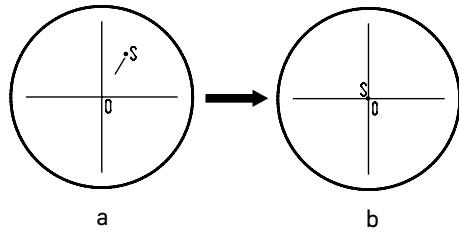

Рис. 14. Настройка канала визуализации
- Установите рукоятку переключения светового потока 4 (рис. 13) в положение для наблюдения через окуляры. Наблюдая объект через окуляры, найдите отличительную точку в поле зрения (легко идентифицируемую цель, такую как точка S на рис. 14а), переместите объект на предметном столике так, чтобы данная точка находилась в центре поля зрения как показано на рис. 14б. Для этой процедуры вместо обычного объекта исследования удобно использовать специальный калибровочный слайд с перекрестием, а вместо обычного окуляра – окуляр с перекрестием.